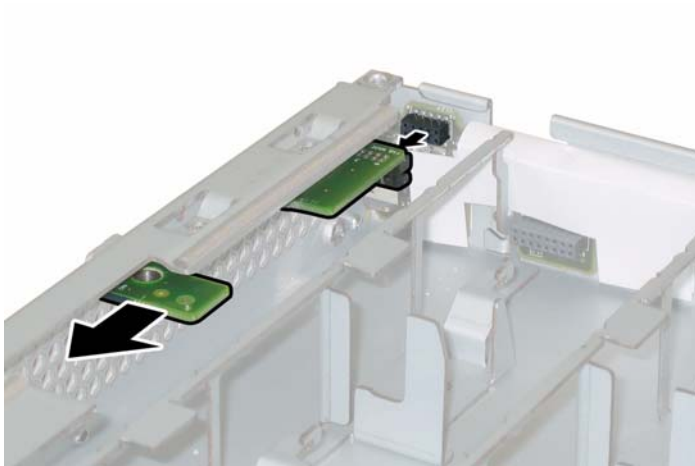

ABBILDUNG 3-22 Entfernen der Anzeigenplatine
6. Stützen Sie die Anzeigenplatine mit der rechten Hand, und schieben Sie sie mit der linken Hand vorsichtig zur Mitte des Gehäuses, um sie von der vorderen I/O-Platine zu trennen. Siehe **ABBILDUNG 3-22**.